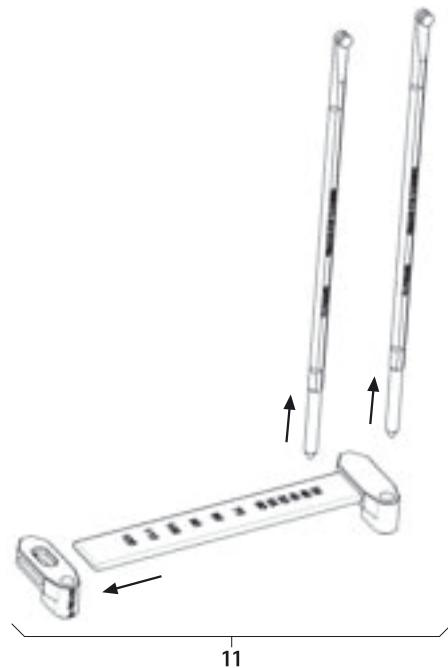

Abb. 6
- Stablängen-Messinstrument 11 demontieren, siehe Abb. 6.